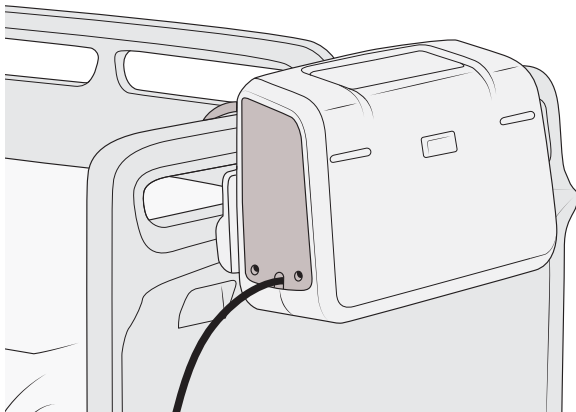

Figura 35
- Suspenda a bomba Auralis aos pés da cama. Consulte a Figura 35